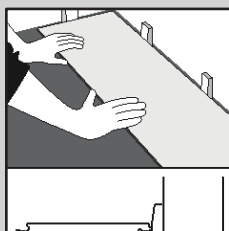

Fig. 1
1. Begin met een hele plank/tegel langs de muur en bereken hoeveel breedtes er voor de hele kamer nodig zijn. Als dit betekent dat er een rij smalle planken/tegels langs de tegenoverliggende muur komt te liggen, snijdt u de eerste rij bij. Leg dit product met de messing-/gesneden kant naar de muur. Breng afstandhouders van 5 mm tussen de plank/tegel en de muur aan (Fig. 1).